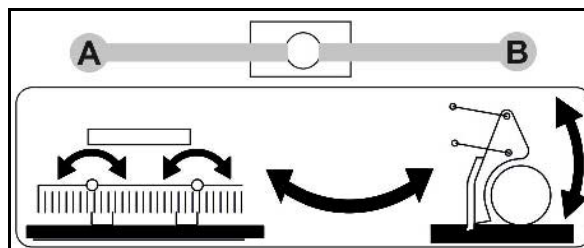

Рис. 99
7. Установите шаровой кран (Рис. 99/1) в положение **B**.